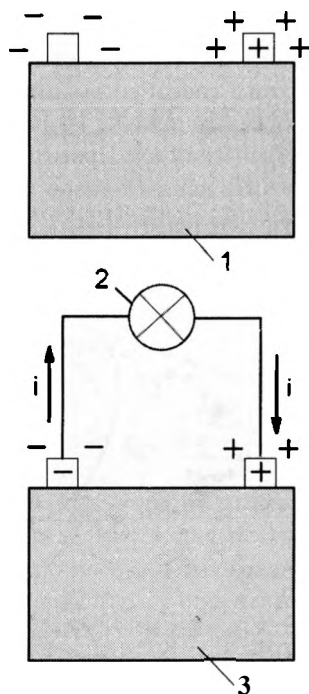

Рис. 1.2. Простейшая электрическая цепь:
Генератор — установка, которая производит электричество. Генератор имеет два полюса. Он снабжен устройством, которое создает избыток электронов на одном из полюсов и их недостаток на другом. Клемму с избытком электронов обозначают плюсом (+), а с недостатком — минусом (-) (рис. 1.2). Когда к клеммам подсоединяют прибор-потребитель (например, лампочку), генератор действует как насос для электронов: он втягивает положительные заряды и отталкивает отрицательные; другими словами, электри-
**Сила тока** (в формулах обозначается  $I$ ). Когда к генератору подключают лампочку (см. рис. 1.2), получается простейшая электрическая цепь. Поток электронов течет через провода и нить накаливания лампочки. Сила тока измеряется в **амперах** (А).